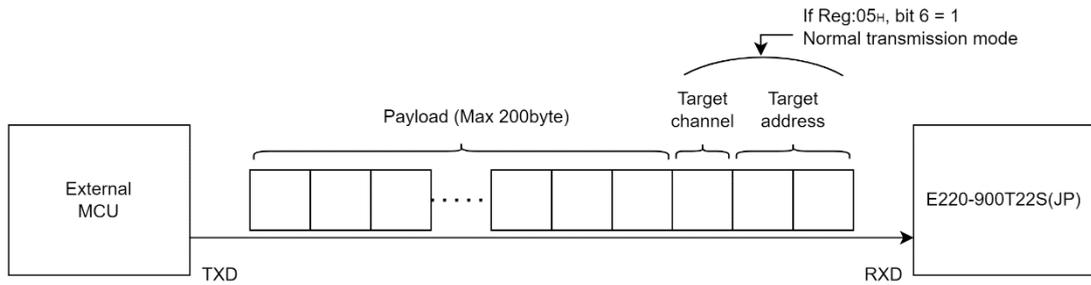

図 24 MCU から本モジュールへの UART 入力バイト列
4.2 節で説明した宛先デバイスを指定した通信を行う通常 (Fixed-block) 送信モードです。このモードでは送信時の、MCU (TXD) からのシリアルポートを介して本モジュール (RXD) ヘデータを入力する際に、図 24 の通り、ペイロードデータの前に宛先デバイスアドレス (2byte) と宛先デバイスの待ち受け周波数チャンネル (1byte) の情報を付加して、宛先デバイスを指定する必要があります。(この送信モードでは、必ず送信時に周波数チャンネルの指定を行います)